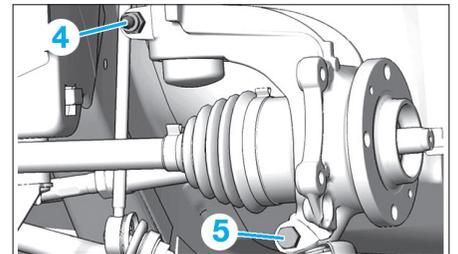

Fig. 25
- Déposer la vis (4) et (5) (Fig.25).